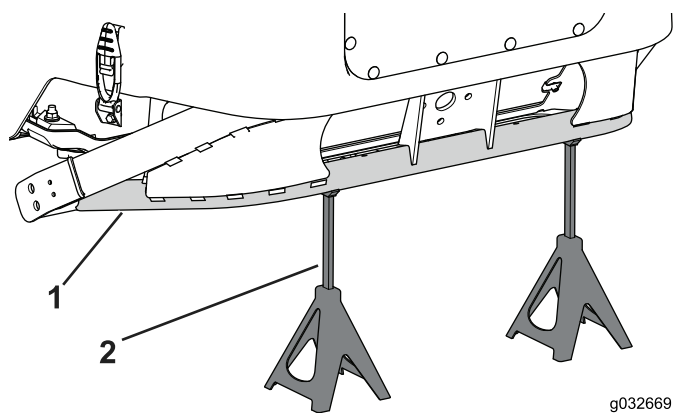

図 115
2. フロアジャッキを使って後輪を床から浮かせ、夏用ホイールを取り付けられる程度の高さにしてジャッキスタンドでフレームを支える図 115。
6. フロアジャッキを使って夏用ホイールを床に降ろし、ジャッキスタンドでフレーム後部を支える図 115。